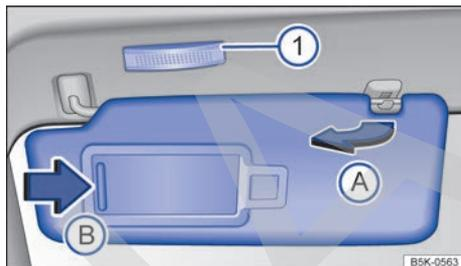

Fig. 117 En el revestimiento interior de la parte delantera del techo: parasol.
- Se pueden extraer del soporte y girar hacia las puertas → **fig. 117 (A)**.
En la parte posterior del parasol hay un espejo de cortesía provisto de una tapa. Al desplazar la tapa → **fig. 117 (B)**, se enciende una luz → **fig. 117 (1)**.